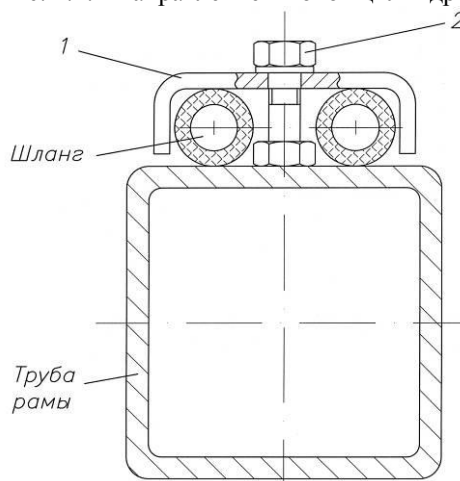

Рис. 4.4.2. Крепление гидрошлангов на раме
4.4.2. Закрепите шланги на рамах кронштейнами 1, используя болты 2 М10, шайбы и шайбы пружинные (см. рис. 4.4.2). Так как корпуса цилиндров в процессе работы перемещаются, нужно обеспечить необходимый запас шлангов по длине при креплении их в непосредственной близости от цилиндров. Шланги, идущие на переднюю подвеску, должны быть проложены с внутренней по отношению к центру культиватора стороны (это предохранит шланги от повреждения при подъеме крыльев).